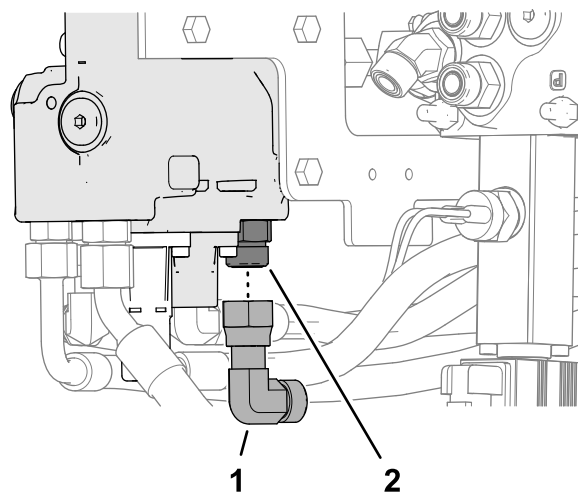

Figura 18
- Monte provisionalmente el acoplamiento de 90° sobre el acoplamiento recto en el puerto T de la válvula del brazo de carga (Figura 18).